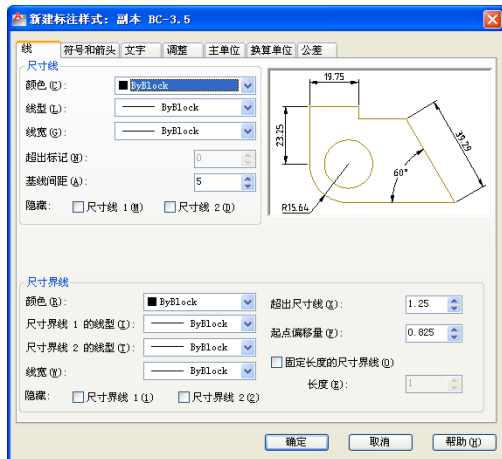

图 5-80 “新建标注样式”对话框
(4) 系统弹出如图 5-80 所示的“新建标注样式”对话框。